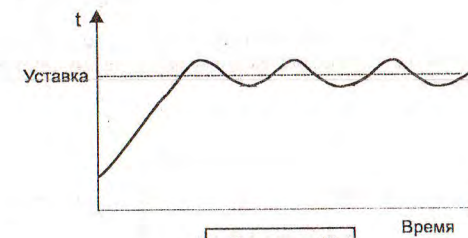

Рисунок 12
Если в районе уставки происходят незатухающие колебания температуры (Рис. 12), то это свидетельствует о том, что K_p слишком велико и его необходимо постепенно снизить до исчезновения колебаний. Оптимальным считается K_p , при котором температура не достигает уставки несколько градусов. Эту разницу называют погрешностью П-регулятора.
1) Если есть необходимость настроить прибор на объект, при уже подобранном K_p , в процессе регулирования, когда регулируемый параметр не достигает уставки несколько единиц (другими словами, устранить погрешность П-регулятора), то можно найти необходимое значение T_i методом подбора, изменяя его в процессе работы прибора, наблюдая за характером изменения ширины выходного импульса (светодиода) и параметра (температуры и др.) в системе. При этом необходимо учитывать, что при меньшем значении T_i увеличивается его влияние, и температура в системе достигнет заданной быстрее, чем при более высоких значениях T_i , но при слишком малом T_i в районе уставки начнутся колебания температуры (Рис. 12).